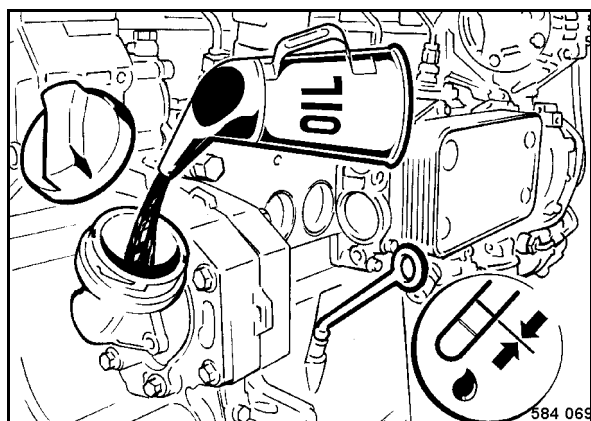

Fig. 121
- Extraer la varilla de medición de aceite (Fig. 121), limpiarla con un paño limpio y libre de hilachas e introducirla hasta el tope.